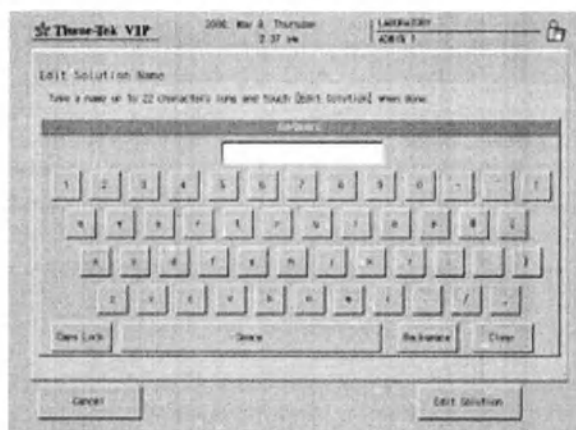

Рис. 62 Добавить названия растворов
2. Нажмите кнопку «**Add Solution Names**» (Добавить названия растворов). Появится экран «Edit Solution Name» (Изменение названия раствора) (Рис. 62).
2. Выберите в списке название раствора, которое Вы хотите изменить и нажмите кнопку «Edit» (Редактировать). Появится экран «Edit Solution Name» (Изменение названия раствора) (Рис. 62).